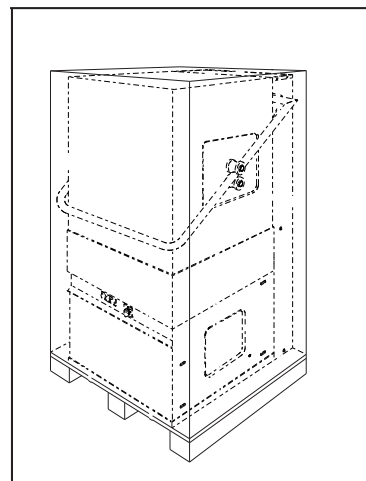

Fig. 2
1. Ouvrir avec précaution le carton d'emballage (fig. 2).